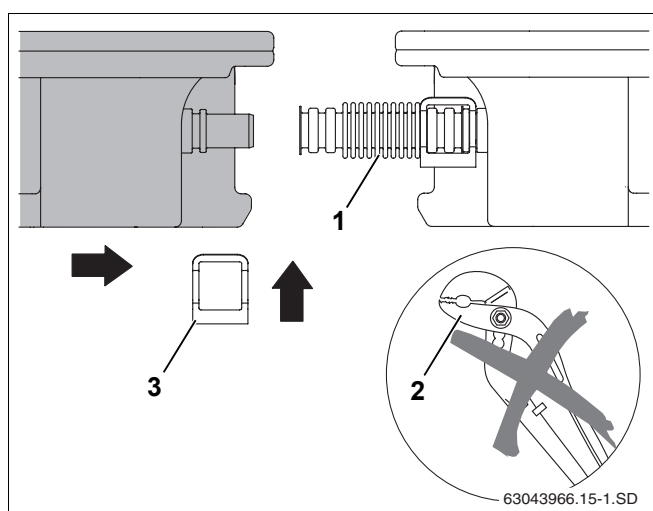

Рис. 49 Придвинуть второй коллектор к первому
- Не применяйте никаких инструментов, такие как плоскогубцы и др. (рис. 49, поз. 2). Они могут повредить гофрированную трубу.
- Второй коллектор придвинуть к первому так, чтобы его штуцеры попали в уже установленные гофрированные трубы (рис. 49, поз. 1) первого коллектора.
- Установить зажимы (рис. 49, поз. 3) на гофрированные трубы на штуцерах второго коллектора.